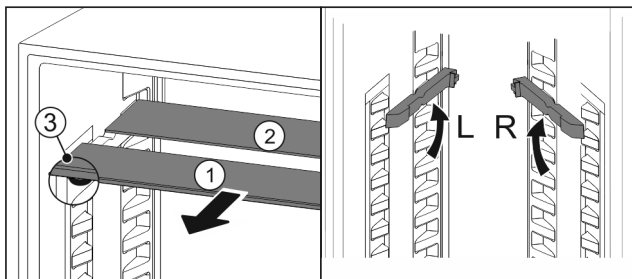

Fig. 125
- ▶ Izvucite Fig. 125 (1) staklene ploče jednu po jednu prema naprijed.
- ▷ Staklena ploča Fig. 125 (1) s ukrasnom letvicom nalazi se sprijeda.
- ▷ Zaustavljači Fig. 125 (3) su usmjereni prema dolje.